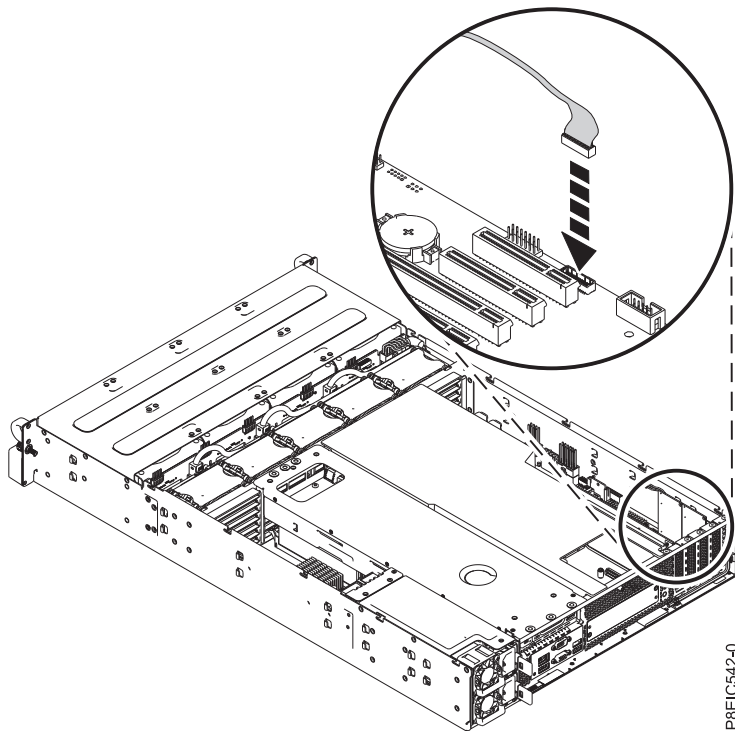

図 32. 前面ファン信号ケーブルの再取り付け
8. システム・バックプレーンに前面ファン信号ケーブルを再取り付けします (図 32 を参照)。